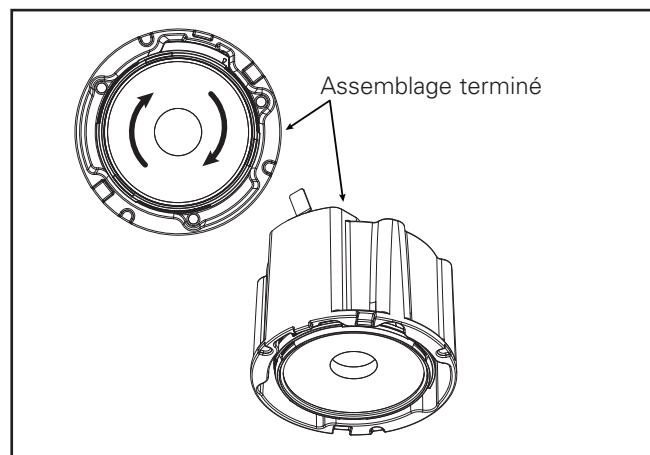

Figure 16.
6. Si les modules DEL sont équipés d'un élément optique à formation de faisceau, (figure 16) retirez délicatement le réflecteur supérieur et la lentille en dégageant les loquets en plastique blanc (Figure 25 et Figure 26), puis jetez-les.
4. Fixez l'ensemble optique au moteur lumineux à DEL en le tournant délicatement dans le sens horaire jusqu'à ce qu'il s'arrête. (Figure 16) Assurez-vous que l'élément optique est bien fixé en place.